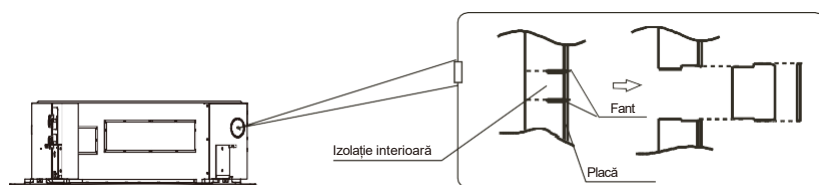

Fig.5-4
- Tăiați izolația interioară a porțiunii găurii cu un cutter. (consultați fig. 5-4)